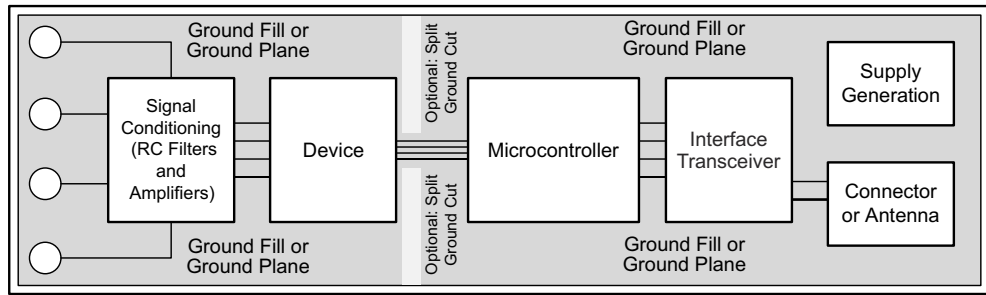

图 9-12. 系统组件布局
在为模拟和数字元件进行印刷电路板 (PCB) 布局布线时，应遵循最佳设计实践。为了获得出色性能，请将模拟元件 [例如 ADC、放大器、基准、数模转换器 (DAC) 和模拟多路复用器] 与数字元件 [例如微控制器、复杂的可编程逻辑器件 (CPLD)、现场可编程逻辑门阵列 (FPGA)、射频 (RF) 收发器、通用串行总线 (USB) 收发器以及开关稳压器] 相分离。图 9-12 展示了良好的元件放置示例。尽管图 9-12 给出了良好的组件布局示例，各应用的最佳布局只针对特定的几何尺寸、组件和 PCB 制造能力。即没有适用于所有设计的布局布线方式，因此在使用模拟组件进行设计时必须小心谨慎。